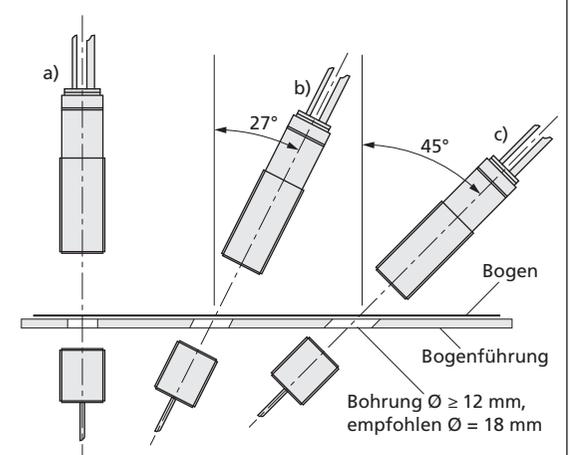

Bild 4: Einbaulagen
- Falls Sie den Sender versenkt einbauen bzw. eine Bogenführung vorgesehen haben, muss die Bohrung einen Durchmesser von ≥ 12 mm haben, empfohlen wird ein Durchmesser von 18 mm (Bild 4).